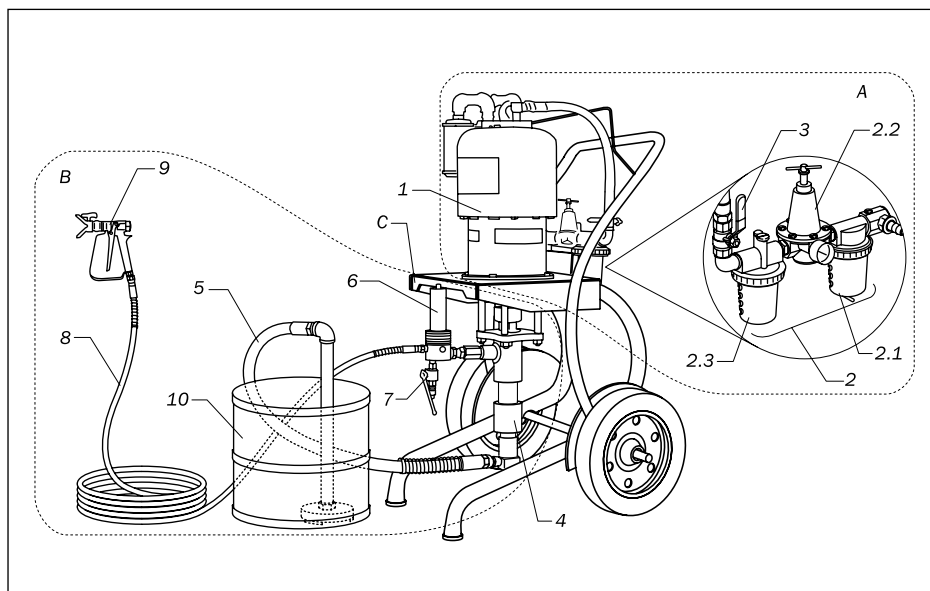

Рис. 2.2.1.
2. Закрыть запорный кран воздушного мотора (3, рис. 2.2.1).
7. Поставить заземленную металлическую емкость для сбора отходов ЛКМ под дренажный кран (7, рис. 2.2.1) окрасочного аппарата и медленно его открыть.